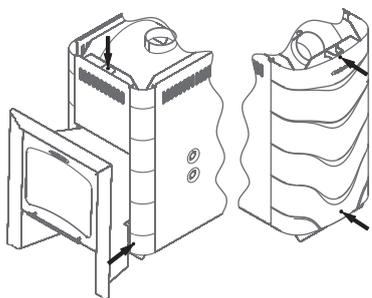

Рисунок 9. Винты для демонтажа конвектора печи «Ангара 2012 Витра»
2. Снять конвектор, открутив 5 саморезов (рисунок 9)